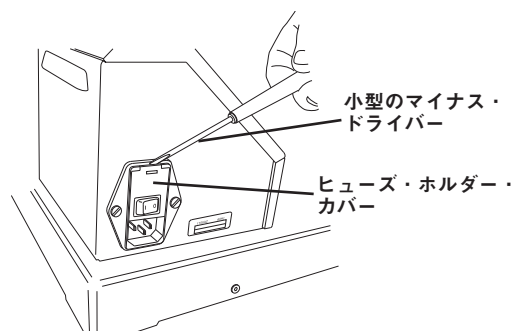

図 19
1. 加工機の電源を必ず切り、電源コードを抜きます。ヒューズ・ホルダーの場所を確認します (電源コードのコンセントと一体になっています)。(図 19 参照)
2. 小型のマイナス・ドライバーで、ヒューズ・ホルダー・カバーを慎重に開けます。(図 19 参照)